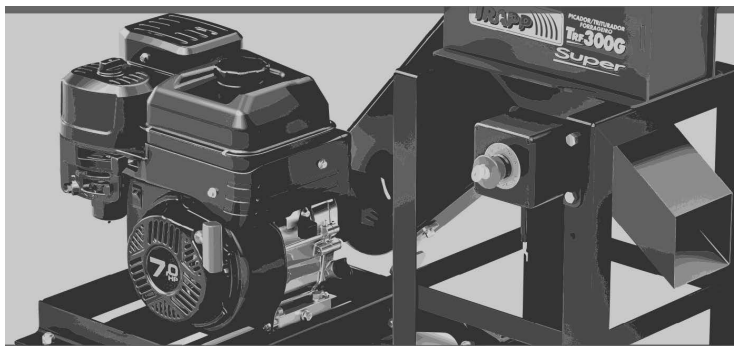

Figura 4.3: Botão de emergência
Após abastecer com gasolina e adicionar óleo no cárter, libere o botão de emergência (Figura 4.3 na página 4-2), ligue o botão corta corrente (1), abra a válvula do combustível (3), posicione a alavanca do afogador (4) e alavanca do acelerador (5) na direção do coelho.